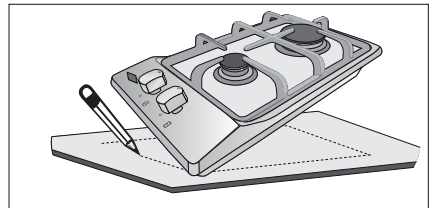

Figura 10
- El fabricante no se hace responsable por incidentes ocasionados por el no cumplimiento de la información suministrada en la figura 10 página 12 trazo para la cubierta.
- Demarque en la superficie de instalación el contorno correspondiente a la base de la cubierta (Ver figura 10).